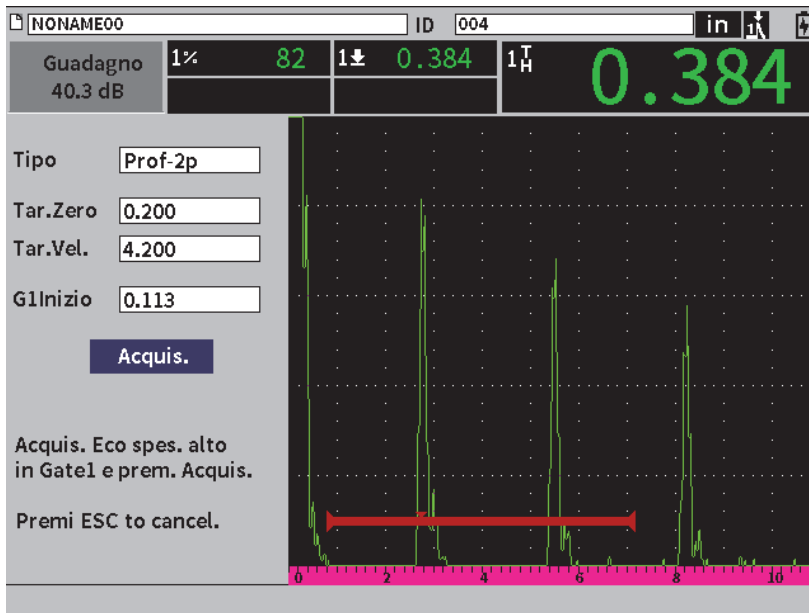

Figura 8-6 Taratura — Pronto per acquisire l'eco dello spessore maggiore
9. Premere il tasto Tab per evidenziare il pulsante **Acquis.** (acquisisci) ed in seguito premere il tasto Invio per acquisire l'eco dello spessore inferiore (vedere Figura 8-6 a pagina 120).
12. Premere il tasto Tab per evidenziare il pulsante **Acquis.** (vedere Figura 8-6 a pagina 120).